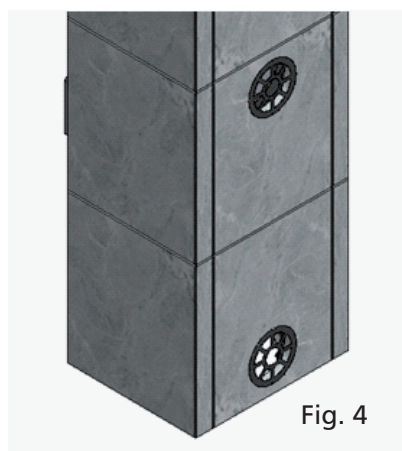

Fig. 4
**Wichtig!** Hinten am Ofen wird der rückwärtige Speckstein mit Konvektionsloch ganz unten montiert wie abgebildet. Der nächste Stein mit Loch wird darauf gesetzt, sofern der Rauchabgang hinten sein soll. Siehe Fig. 4.